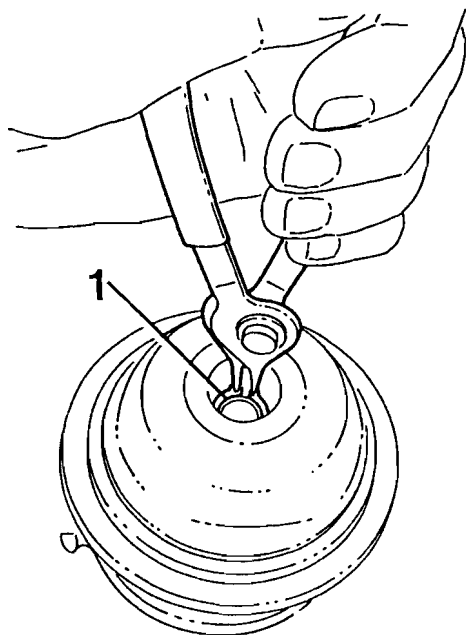

Fig. 257
- 10 Dar la vuelta a la caja de cojinetes y quitar el anillo de seguridad y el casquillo en el lado de la turbina, véase fig. 257.